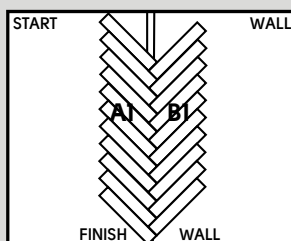

Abb. 6
7. Fahren Sie mit dem Verlegen der Dielen fort, ohne sie zuzuschneiden. Arbeiten Sie dabei in entgegengesetzte Richtungen. Stellen Sie sicher, dass die Dielen gerade verlegt sind (Abb. 6).